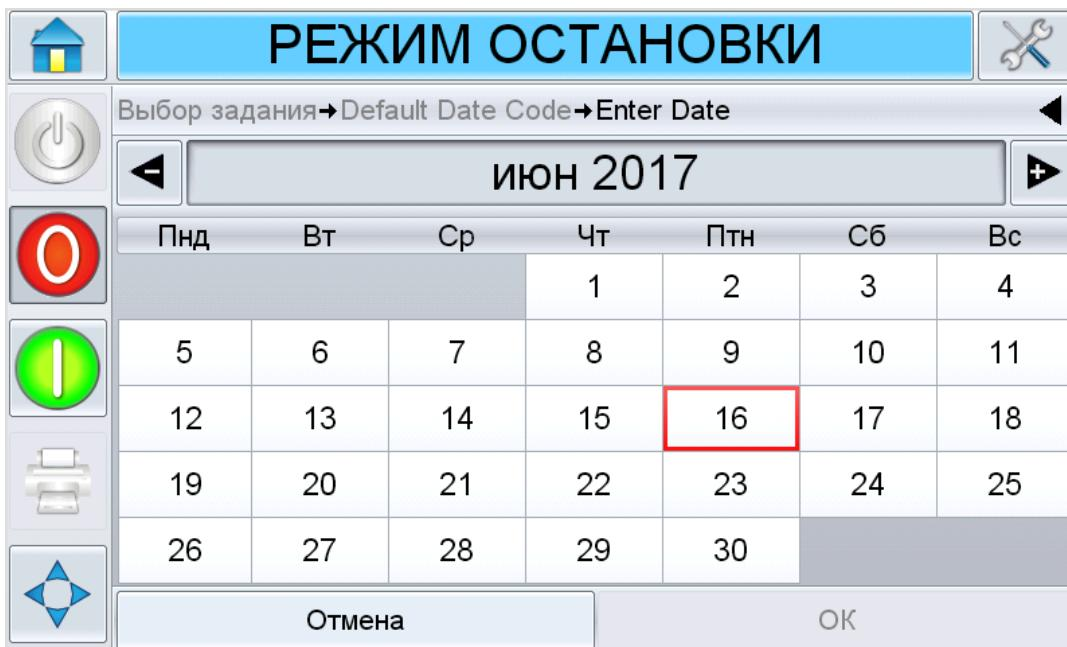

Рис. 6-7:Страница календаря
- d. Для отображения страницы «Календарь» коснитесь окна даты (см. Рисунок 6-7).